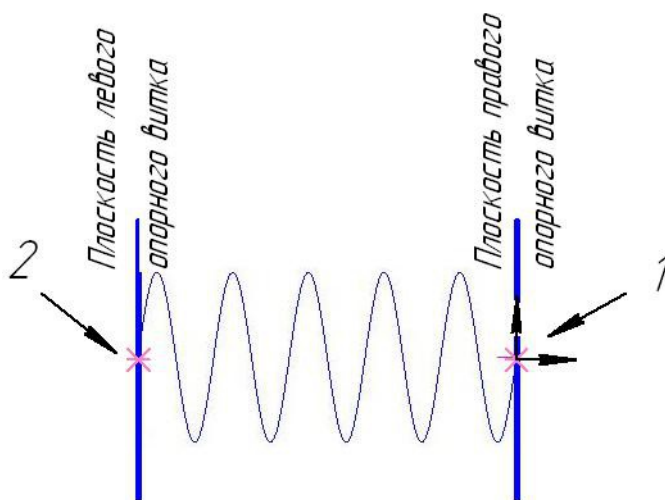

Рис. 3.29. Построение опорных витков пружины
4. Выполните имитацию опорных витков, добавив к спирали по 3/4 окружности с каждой стороны. Для этого создайте вспомогательные плоскости, в которых они будут находиться (рис. 3.29).